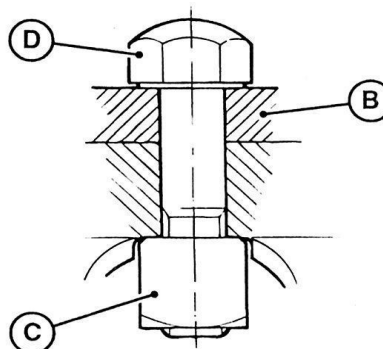

Fig. 238 Seção transversal do parafuso da placa de base
O torque de aperto dos parafusos da placa de base devem exibir um valor de 747 Nm a 877 Nm. Verifique o torque de aperto usando uma chave de torque. Se uma ou mais placas de base (B) na Fig. 238 precisarem ser substituídas juntamente com os parafusos correspondentes (C) a (D) na Fig. 238, os parafusos devem ser lubrificados e apertados de acordo com os valores fornecidos na coluna “lubrificados”.